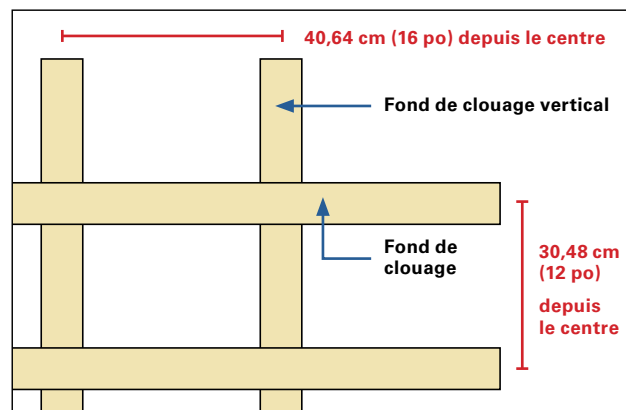

Fig. 8
- Installez ensuite le fond de clouage horizontal sur le fond de clouage vertical **30,48 cm (12 po) depuis le centre.** *(Voir la figure 8)*